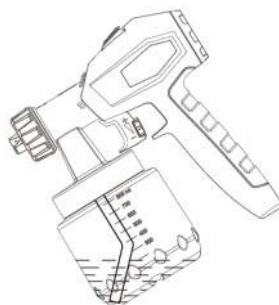

Рис. 4
7.2.3. Содержимое контейнера распыляется почти полностью. При распылении на горизонтальные поверхности поверните всасывающую трубку вперед (Рис. 4).